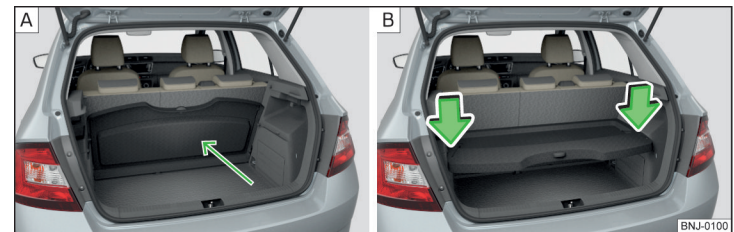

Abb. 96 Gepäckraumabdeckung: hinter den Rücksitzlehnen / in der unteren Position verstaut
Die Abdeckung kann aus dem Fahrzeug herausgenommen ggf. in zwei Positionen verstaut werden » Abb. 96 auf Seite 81.
Die Gepäckraumabdeckung kann hinter den Rücksitzlehnen » Abb. 96 - **A** oder in der unteren Position » Abb. 96 - **B** verstaut werden.
- Auf die Oberseite der Abdeckung in Pfeilrichtung drücken » Abb. 96 - **B**.